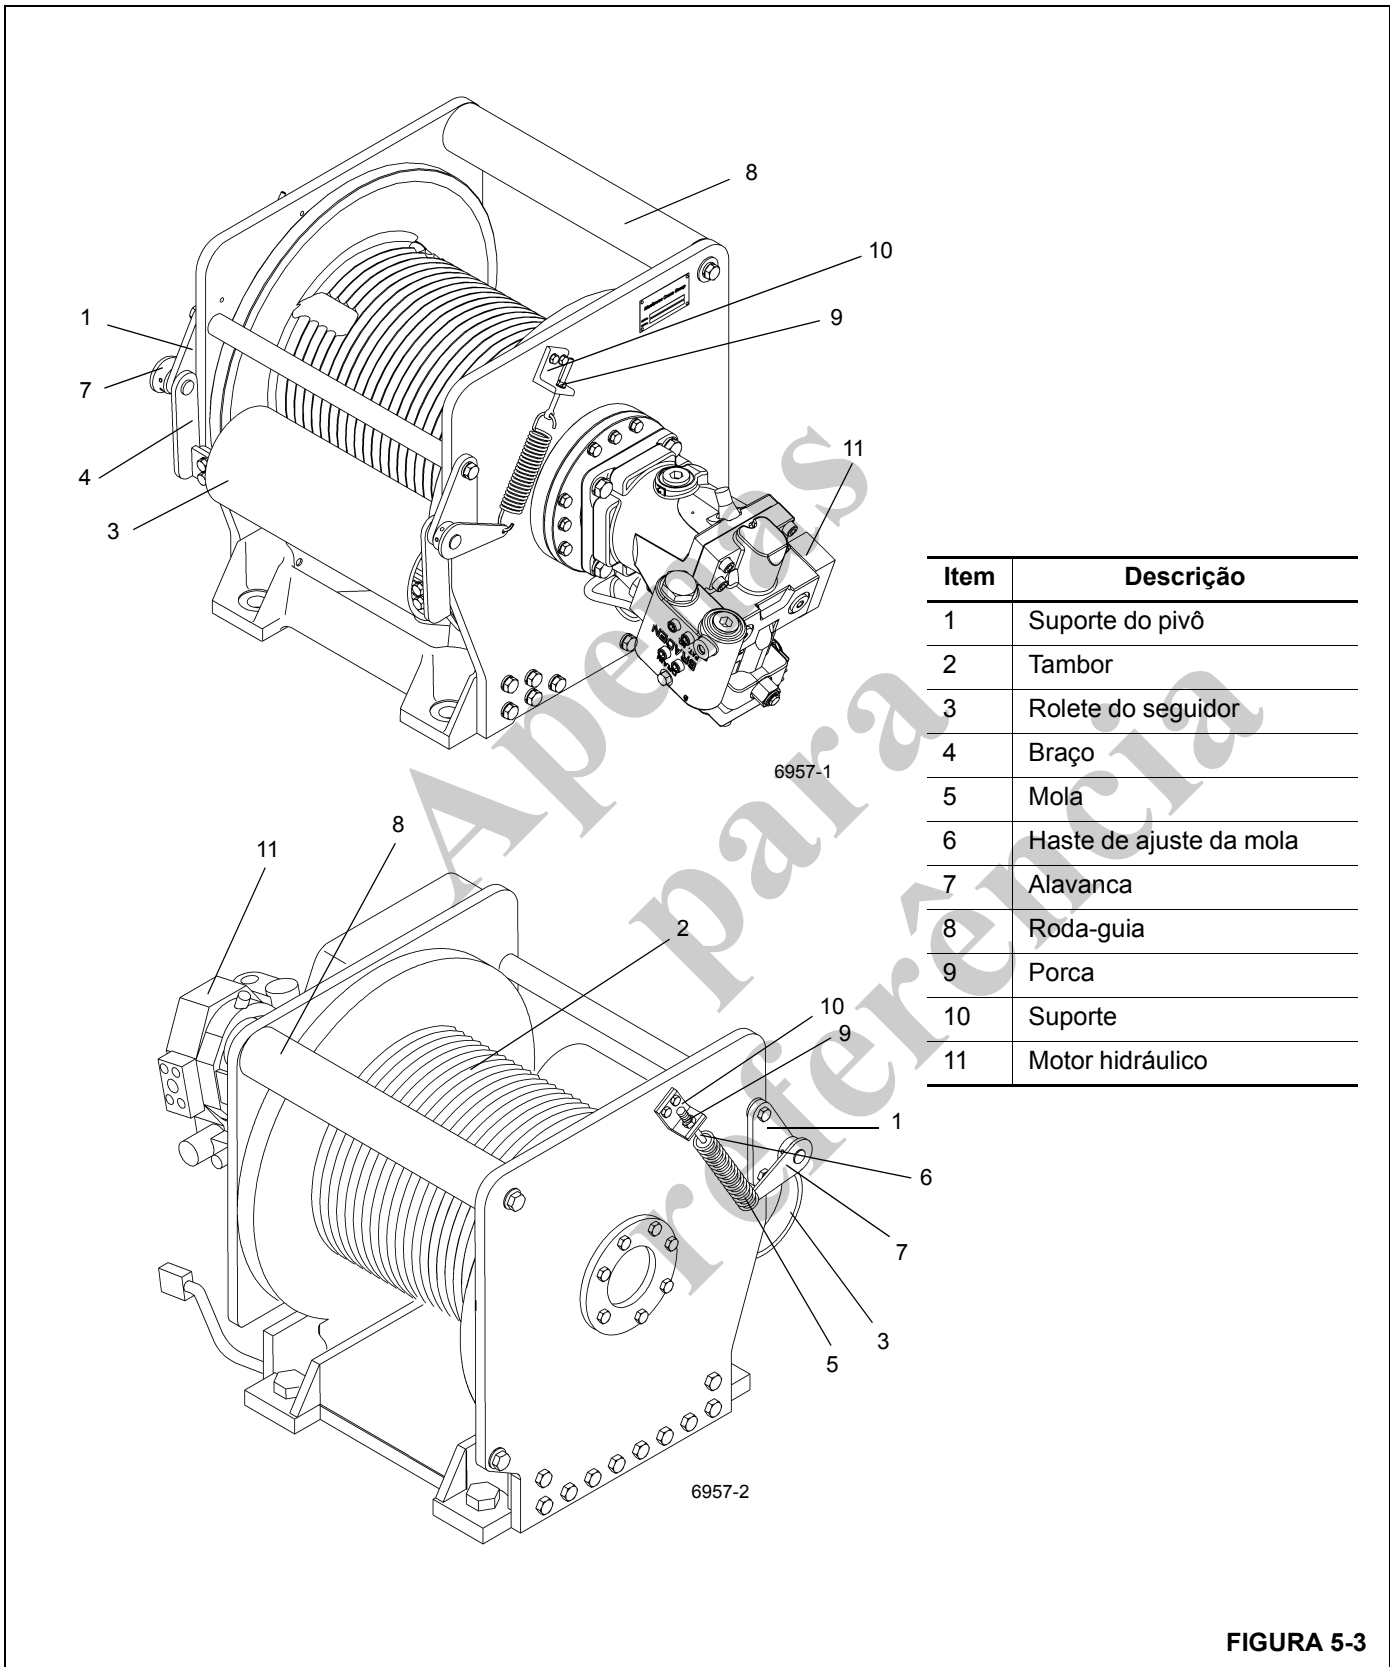

FIGURA 5-3
1. Remova o parafuso, a arruela e a arruela de pressão do lado direito da roda-guia (Figura 5-3).
1. Afrouxe as porcas de ajuste e remova a mola de tensão e a haste de ajuste de ambos os lados do guincho (consulte a Figura 5-3).